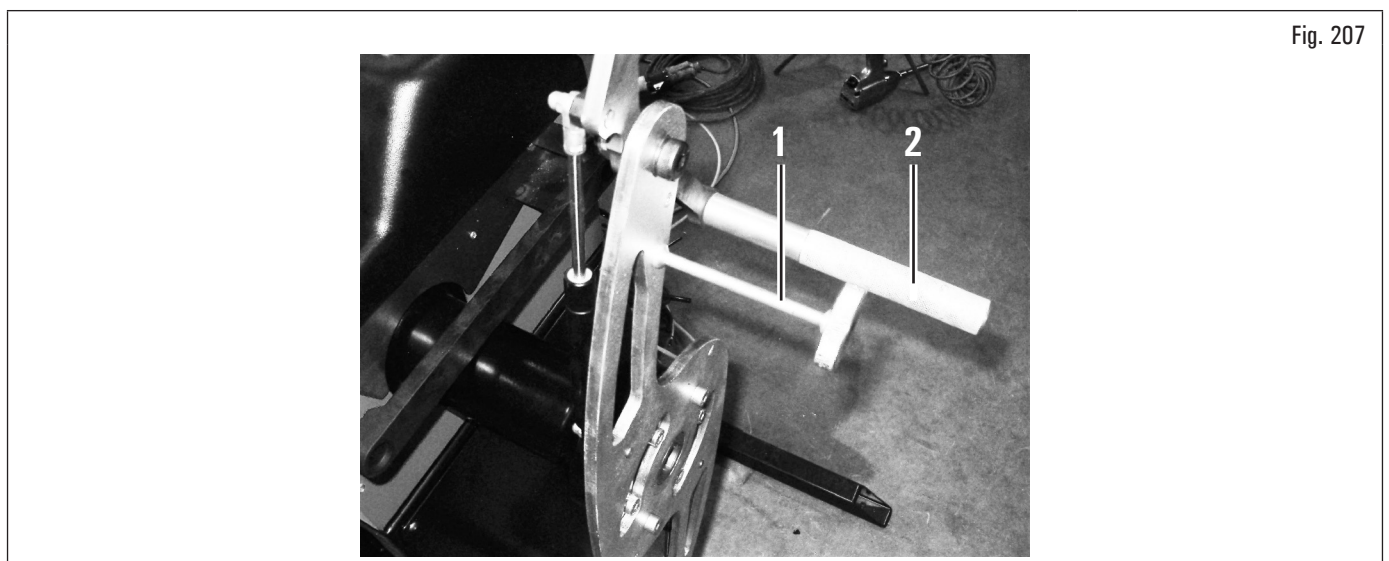
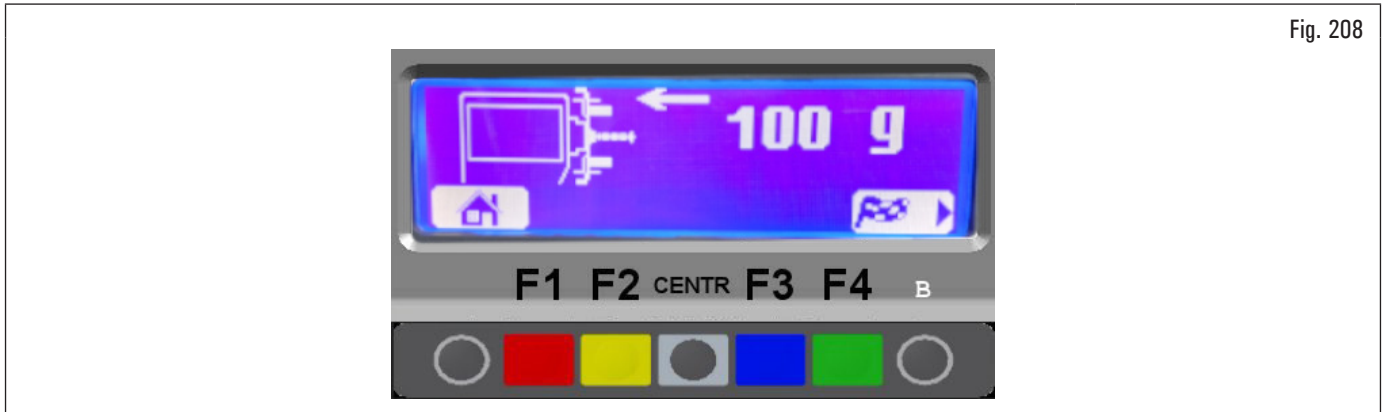

Fig. 207
Fig. 208
Antes de proceder con las regulaciones, verificar que ambos los brazos de la brida (Fig. 207 ref. 2) sean cerrados.
Terminada la rotación se necesita aplicar el peso de 100 g (3.52 oz) (Fig. 207 ref. 1), suministrado en dotación, en el exterior a "las 12" como indicado en las Fig. 207 y Fig. 208